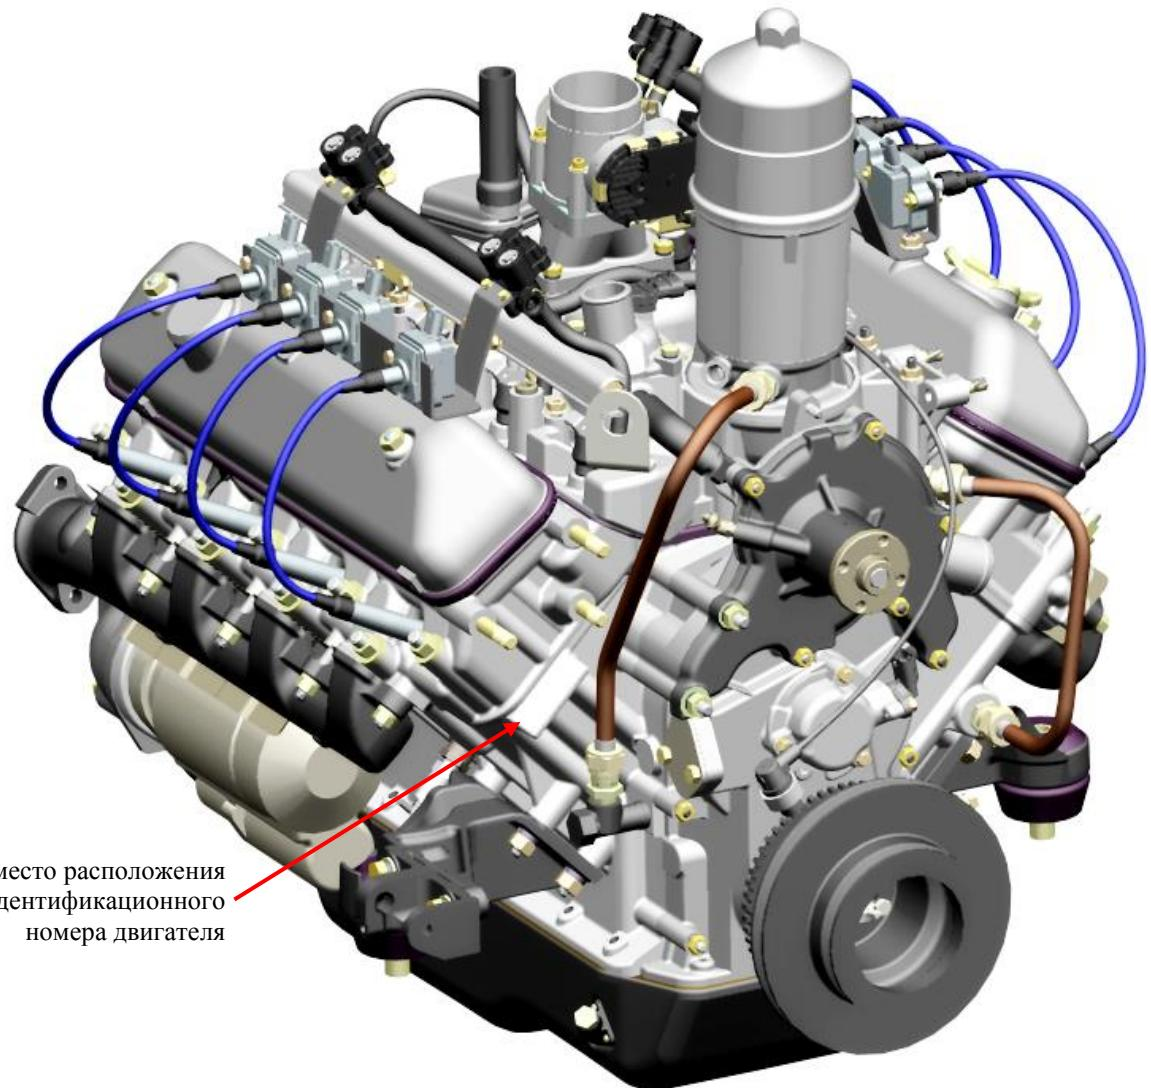
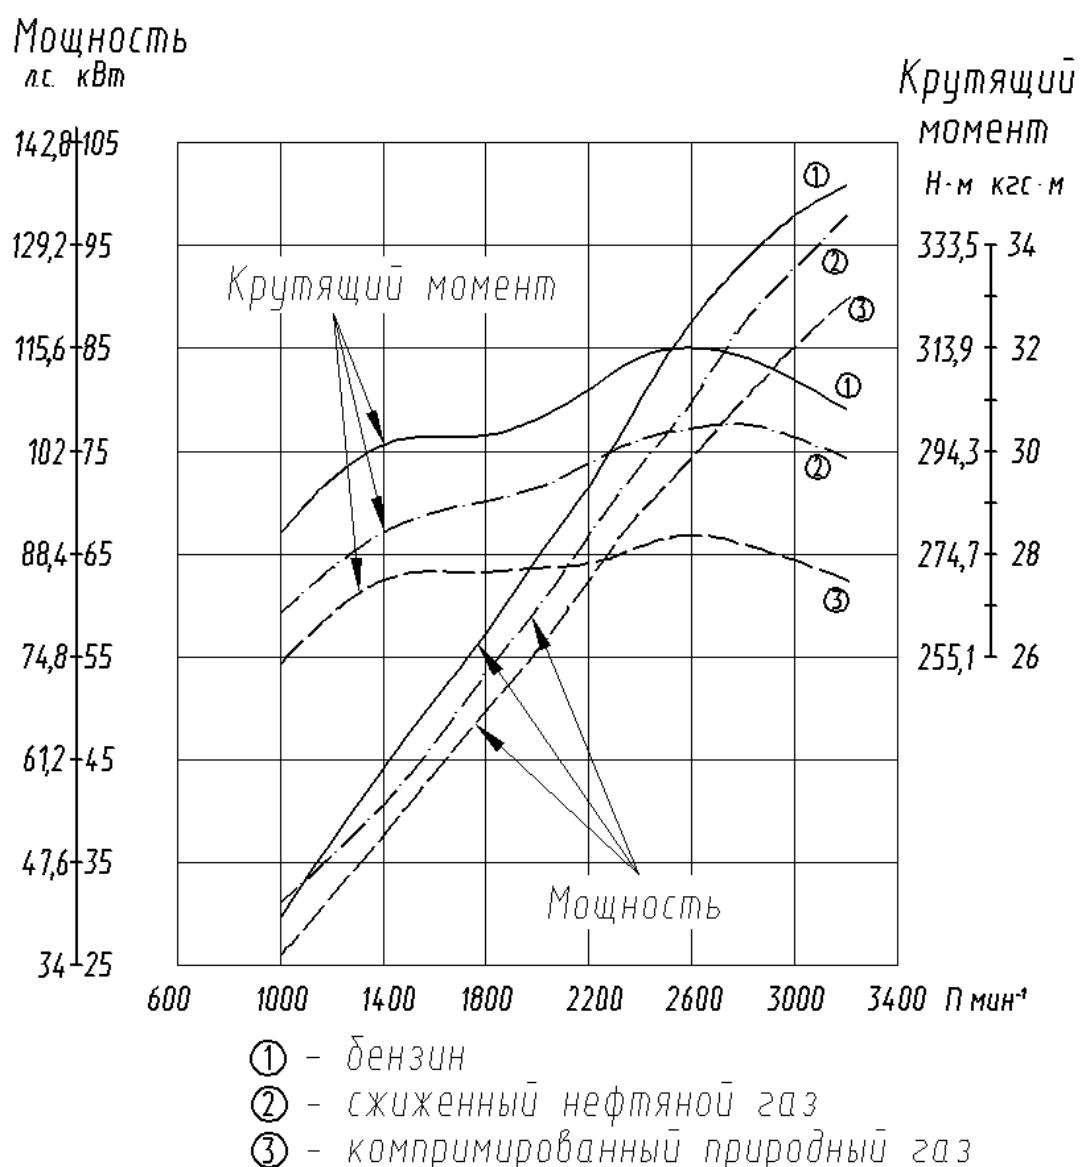
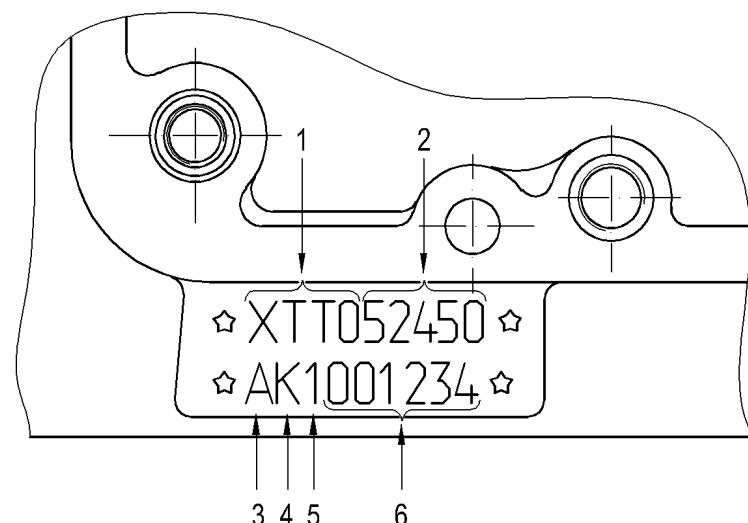

Рис.1. Общий вид двигателя
Рис.8. Внешняя скоростная характеристика двигателя брутто
Рис.9. Идентификационный номер двигателя:
Общий вид двигателя показан на рис.1, вид двигателя спереди, справа, слева и сверху - на рис.2-7. Внешняя скоростная характеристика двигателей приведена на рис.8.
**2.** На блоке цилиндров ударным способом наносится идентификационный номер двигателя согласно рис.9. Идентификационный номер двигателя выбит в две строчки на необработанной поверхности площадки, расположенной с правой стороны блока цилиндров в верхней его части у переднего торца (рис.1).